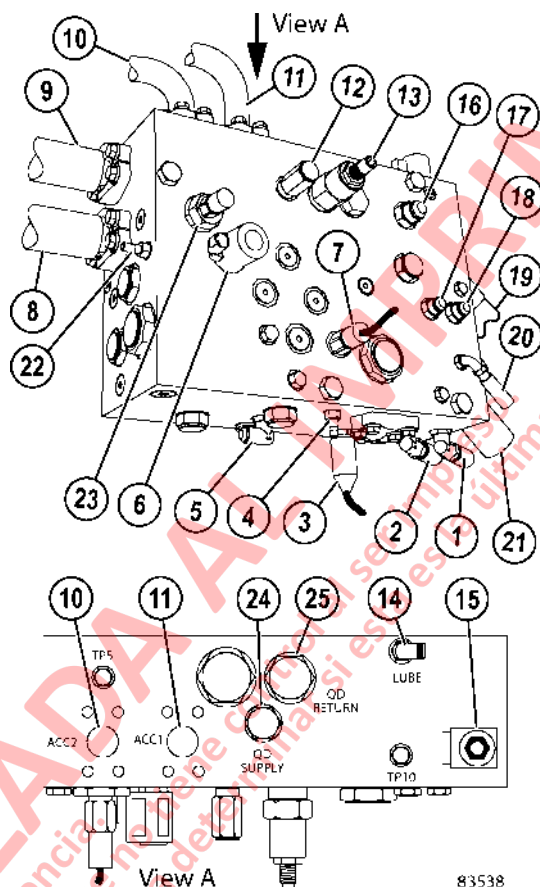

FIGURA 50-2. MÚLTIPLE DE PURGA
6. Desconecte los cables eléctricos de solenoides (6, Figura 50-2) y (15), switch de presión (7), y sensores de presión (3) y (23).
2. Destape los ductos hidráulicos. Instale O-rings nuevos y en los conectores del flange y fije las mangueras a los puertos adecuados (ver figura 50-2). Apriete las conexiones con seguridad.